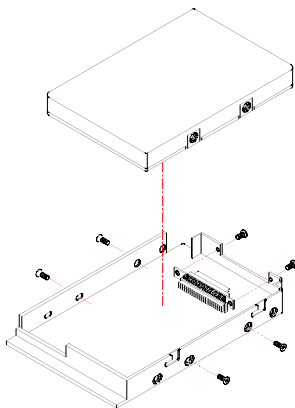

Bild 2-11
1. Entfernen Sie die zwei Schrauben auf beiden Seiten des Gehäuses. (Bild 2-11)